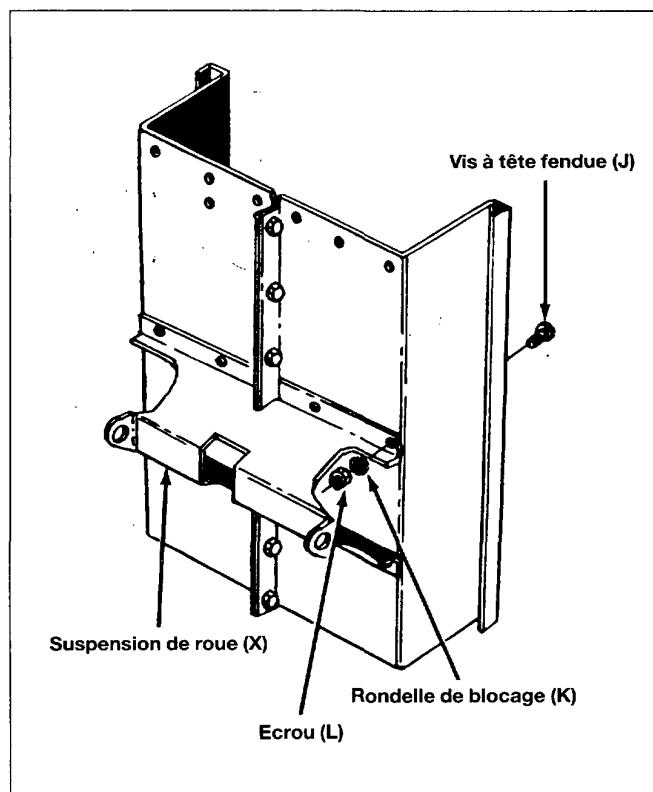

Fig. 4
- Mettez la suspension de roue (X) en place au fond de la remorque. Voir la figure 4.
- Montez la suspension de roue sur la remorque à l'aide de huit vis à tête fendue (J), rondelles de blocage (K) et écrous (L). Voir la figure 4. Les vis sont montées de l'intérieur de la remorque et doivent être serrées.